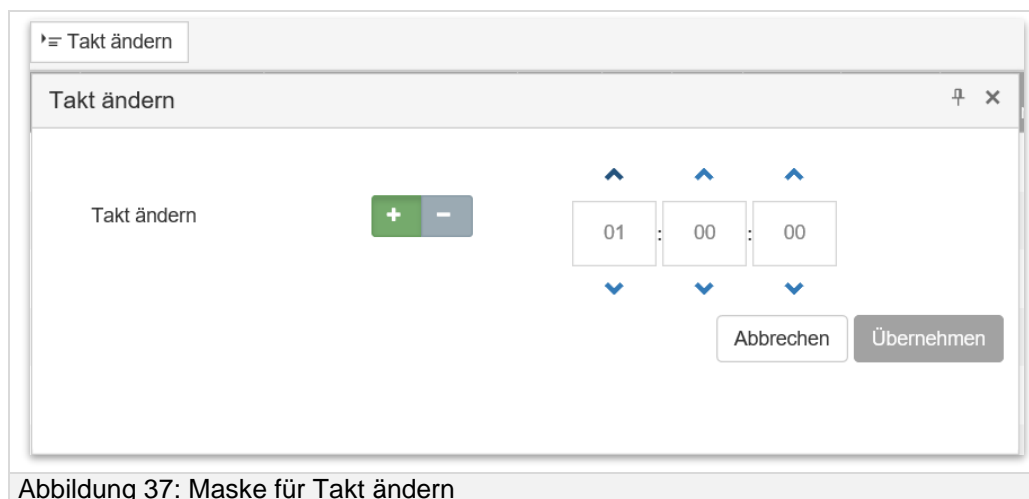

Abbildung 37: Maske für Takt ändern
- **„Takt ändern“** addiert oder subtrahiert den eingegebenen Wert zu allen eingetragenen Ankunfts- oder Abfahrtszeiten (siehe Abbildung 37)